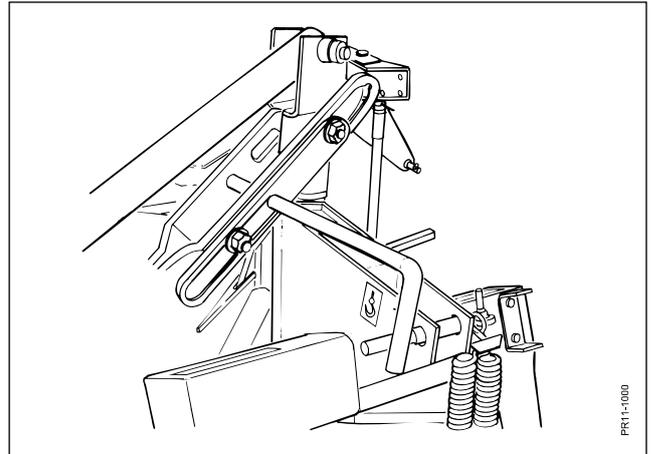

Fig. 2-13
**Fig. 2-13:** Die Maschine an die Erde mit dem Hebezyylinder runter senken und den Hebezyylinder in Schwimmstellung, die Feder mit dem Werkzeug für Messerwechsel blockieren und den Abstellstütze runter senken.